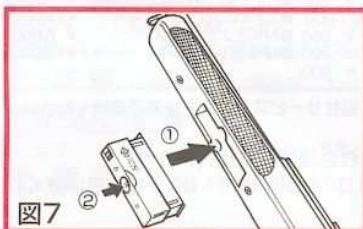

図7
4. マガジンの付け方 ⇒図7参照
①マガジンサイドの矢印をイラストのように前(銃口側)にして差し込んでください。
②APS-2のロゴの辺りを押さえて、カチッとロックがかかるまで押し込んでください。